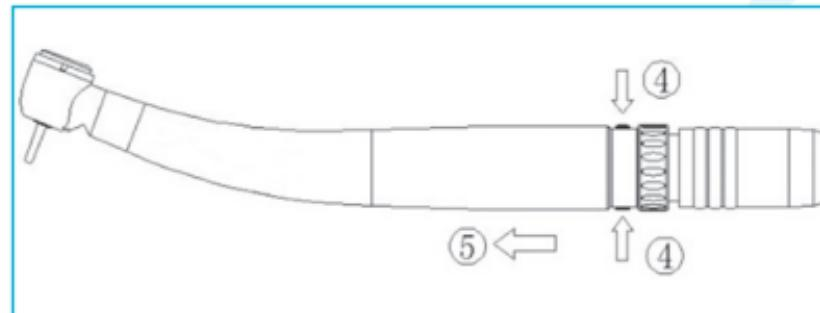

Fig. 6-12
- Maintenez fermement le coupleur à LED et faites glisser la bague de serrage (Fig. 6-12④).
- Retirez le dispositif médical (Fig. 6-12⑤).